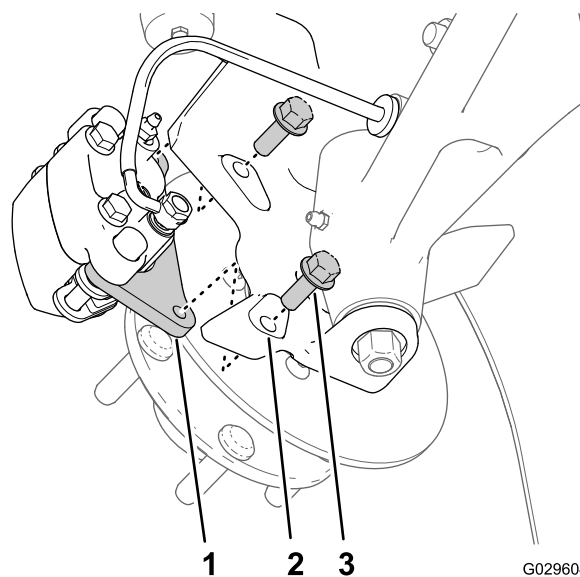
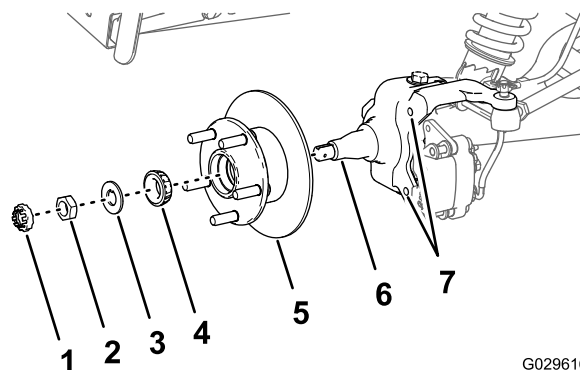

Figura 27
Figura 31
3. Retire os parafusos de cabeça flangeada (3/8 x 1 pol.) que prendem o suporte para o conjunto dos travões ao eixo e afaste o travão do eixo (Figura 27).
1. Aplique uma leve camada do lubrificante especificado no eixo (Figura 31).
2. Monte o cubo e o rotor no eixo com o rotor interior (Figura 31).
3. Monte o rolamento exterior no eixo e coloque o rolamento na correia exterior (Figura 31).
4. Monte a anilha com patilha no eixo (Figura 31).
5. Enrosque a porca do eixo no eixo e aperte a porca enquanto roda o cubo (Figura 31).
2. Alinhe as pastilhas dos travões com cada lado do rotor (Figura 27) e os orifícios no suporte da pinça com os orifícios na montagem dos travões da estrutura do eixo (Figura 31).
3. Monte o suporte da pinça na estrutura do eixo (Figura 27) com os 2 parafusos de cabeça flangeada (3/8 x 1 pol.) e aperte os parafusos com 47 a 54 N·cm.